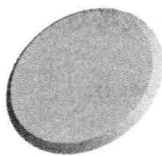
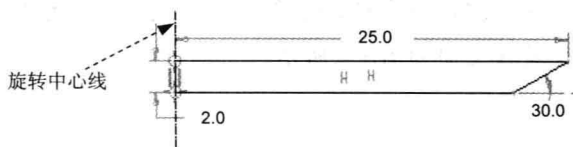

图 1.3 旋转特征 1
图 1.4 截面草图
(1) 单击工具栏中的“新建”按钮.
(2) 系统弹出“新建”对话框，在 类型 区域，选中  零件 单选项；在 子类型 区域，选中  实体 单选项；在 名称 文本框中输入文件名 SM_PUNCH1；取消选中  使用缺省模板 复选框；单击“新建”对话框中的 **确定** 按钮。
(3) 在系统弹出的“新文件选项”对话框中的 模板 区域中选择 mmns_part_solid 选项，单击 **确定** 按钮，完成文件的新建。
Step2. 创建图 1.3 所示的零件基础特征——旋转特征 1，相关操作如下：
(1) 选择特征命令。选择下拉菜单 **插入(I) → 旋转(R)...** 命令。
(2) 定义旋转类型。单击“实体”类型按钮 。
(3) 定义特征的截面草图。在操控板中单击 **放置** 按钮，然后在系统弹出的选项卡中单击 **定义...** 按钮；选取 RIGHT 基准面为草绘平面，采用模型中默认的方向为草绘视图方向；选取 TOP 基准面为参照平面，方向为 **右**；绘制图 1.4 所示的旋转特征旋转中心线和截面草图；完成绘制后，单击“草绘”工具栏中的“完成”按钮 。